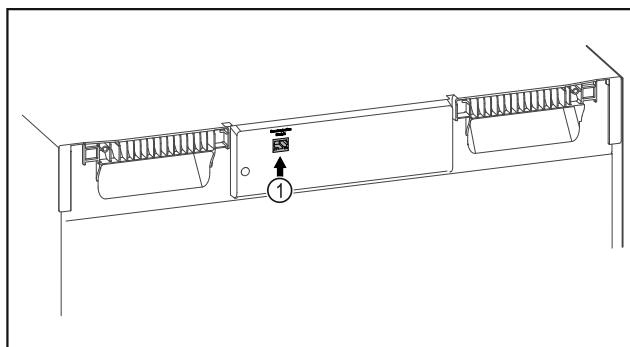

Fig. 103
- Założono SmartModule Fig. 103 (1).